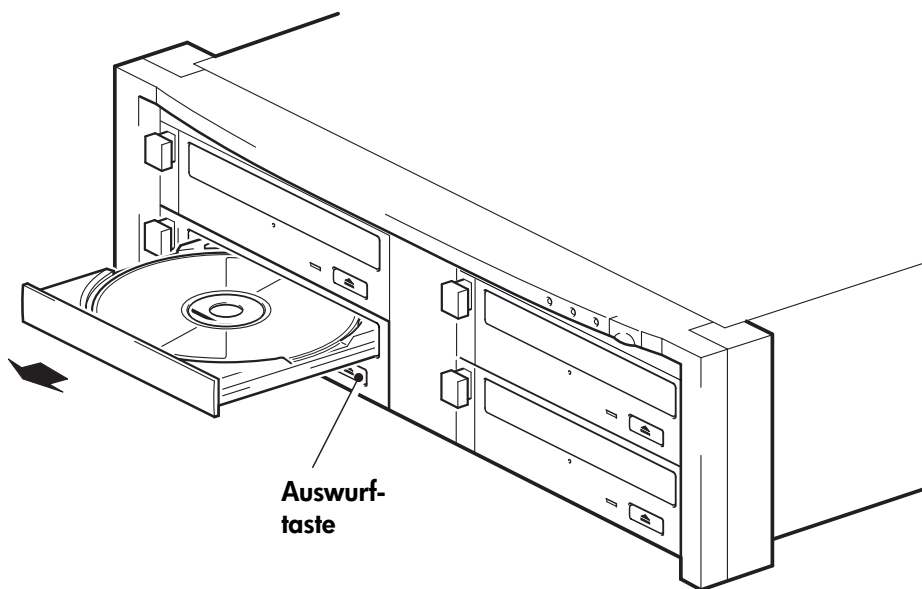

Abbildung 4b: Entladen einer Disk
- 2 Drücken Sie die Auswurfaste, wie dargestellt in Abbildung 4b. Das Ladefach öffnet sich. (Dieser Vorgang kann einige Sekunden in Anspruch nehmen.)